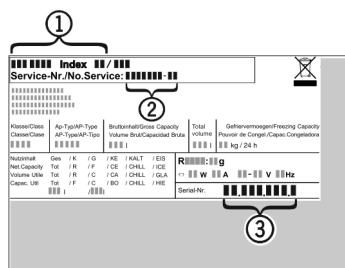

Fig. 11
- Identificați denumirea aparatului Fig. 11 (1), numărul de service Fig. 11 (2) și numărul de serie Fig. 11 (3) pe marca de fabricație. Marca de fabricație se află pe partea stângă în interiorul aparatului.
- Informați serviciul de asistență a clienților și comunicați tipul defecțiunii, denumirea aparatului Fig. 11 (1), numărul de service Fig. 11 (2) și numărul de serie Fig. 11 (3).